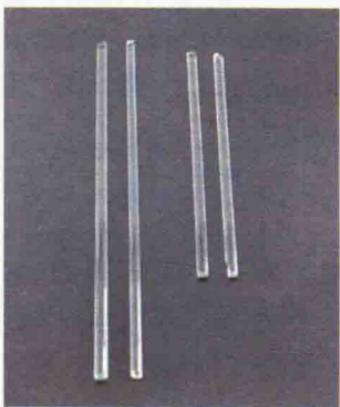
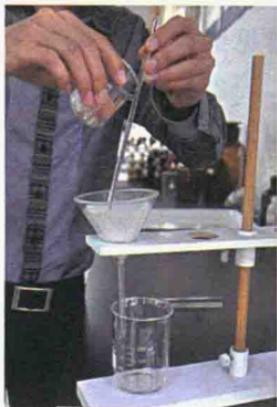

图 1.1.1 玻璃棒
图 1.1.2 导流
- (1) 在过滤等情况下转移液体的导流 (见图 1.1.1 和图 1.1.2)。